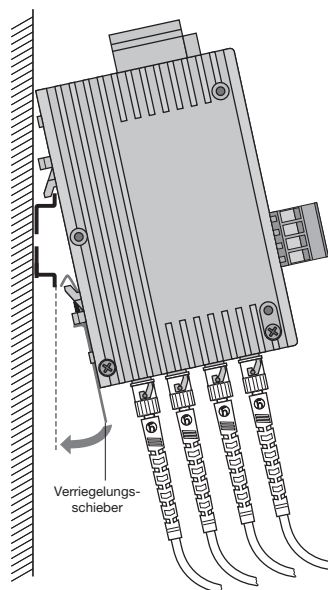

Abb. 6: Montage eines Repeaters auf einer Hutschiene
- ▶ Hängen Sie die oberen Rasthaken des Repeaters in die Hutschiene ein und drücken Sie die Unterseite, wie in der Abbildung 6 gezeigt, auf die Schiene, bis sie einrastet.